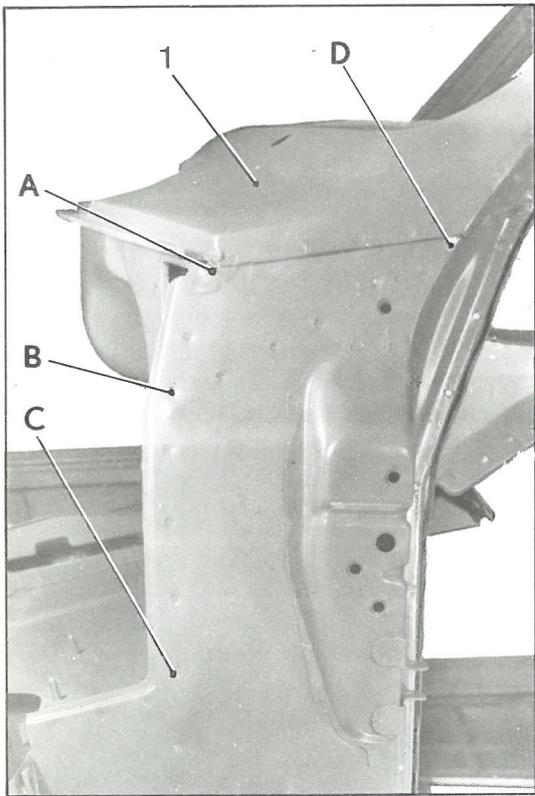

Fig.1
en b et D (fig. 1)
21. Déposer la tôle (1) de baie de pare-brise (fig.1).
Percer et dégrafer (fig. 1)